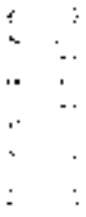

图 8-125 绘制键槽
4) 绘制键槽。单击“修改”工具栏中的“偏移”按钮, 将中心线向上偏移“8”, 并更改其图层属性为“实体层”, 然后进行修剪, 结果如图 8-125 所示。